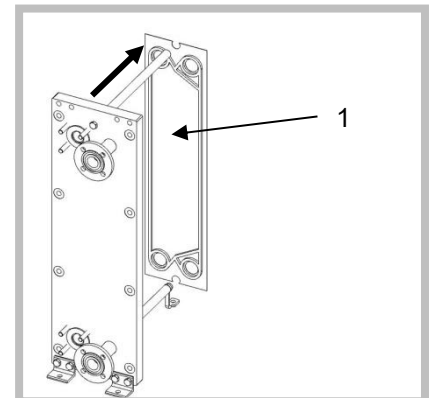

Figura 35
2. Lasciare che le piastre di scambio calore vengano tenute da una seconda persona per evitare che scivolino. Spostare singolarmente le piastre di scambio calore [1] dalla barra portatrice (Figura 35).